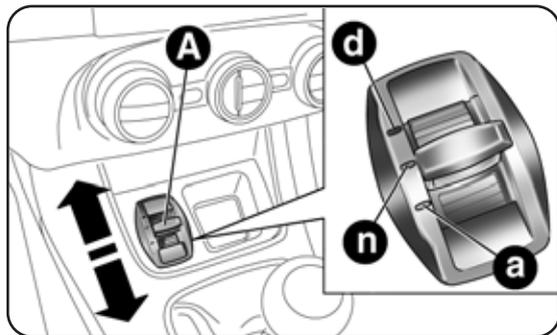

fig. 80
È un dispositivo che permette, agendo sulla levetta A-fig. 80 (ubicata sul tunnel centrale), di selezionare tre diverse modalità di risposta della vettura a seconda delle esigenze di guida e delle condizioni stradali:
Durante lo spostamento della levetta A-fig. 80 in posizione "d" l'attivazione della modalità "Dynamic" è confermata con una temporanea variazione di intensità luminosa (lampeggio) del quadro strumenti.
La levetta A-fig. 80 è di tipo monostabile, ovvero rimane sempre in posizione centrale. La modalità di guida inserita viene segnalata dall'accensione del corrispondente LED sulla mostrina e dall'indicazione sul display multifunzionale riconfigurabile, come di seguito illustrato:
Sposta la levetta A-fig. 80 verso l'alto (in corrispondenza della lettera "d") e rimani in questa posizione per 0.5 secondi e comunque fino a quando il relativo LED non s'illumina o l'indicazione "Dynamic" non viene visualizzata sul display (vedere figura). Dopo il rilascio la levetta A ritorna in posizione centrale.
Sposta la levetta A-fig. 80 verso il basso (in corrispondenza della lettera "a") e rimani in questa posizione per 0.5 secondi e comunque fino a quando il relativo LED non s'illumina o l'indicazione "All Weather" non viene visualizzata sul display (vedere figure).
Per disinserire la modalità "All Weather", e ritornare in "Normal", segui la stessa procedura descritta per la modalità "Dynamic", con la differenza che la levetta A-fig. 80 deve essere spostata in corrispondenza della lettera "a".
- In caso di avaria del sistema o della levetta A-fig. 80, non potrai inserire nessuna modalità di guida. Sul display verrà visualizzato un messaggio di avvertimento.